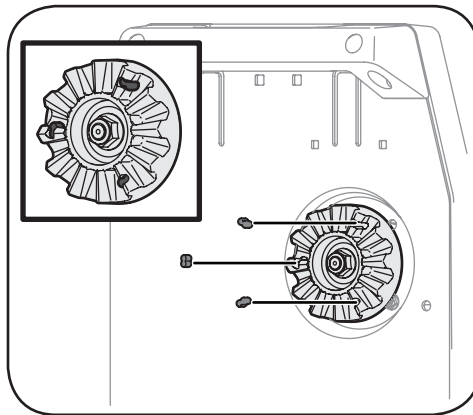

Figura 5-18
1. Extraiga suavemente cada tope de embrague del embrague de garras con un destornillador común. Vea la Figura 5-18.